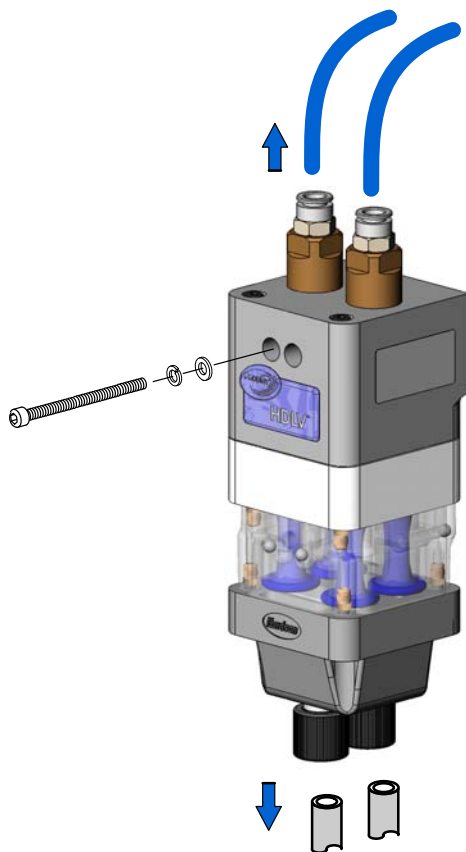

Рис. 6-4 Подготовка к разборке
1. См. рис. 6-4. Отсоединить шланги продувочного воздуха от верхней части насоса.